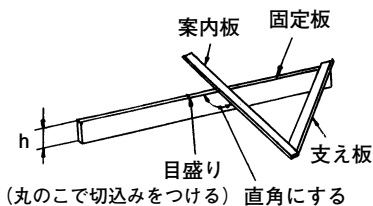

図 17
板材で図 17 のような定規を作ると、長尺物の切断や、胴付き加工などに安定した作業ができます。
1. 作り方………図 17 参照